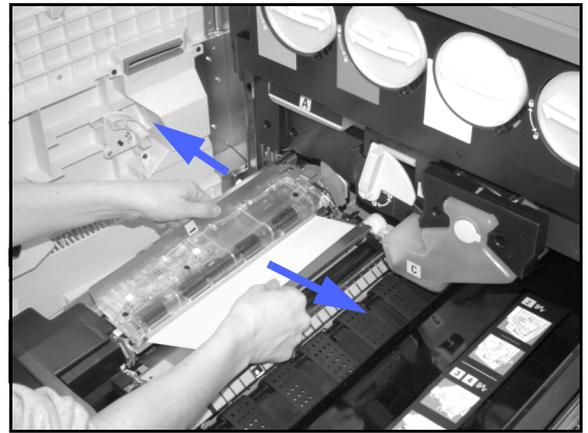

Figure 10 : Zone de pré-repérage 1
- 4** Dans la zone de pré-repérage, relevez le déflecteur 1 puis retirez toute feuille présente dans cette zone avec précaution (voir la figure 10). Appuyez sur le déflecteur pour le refermer.